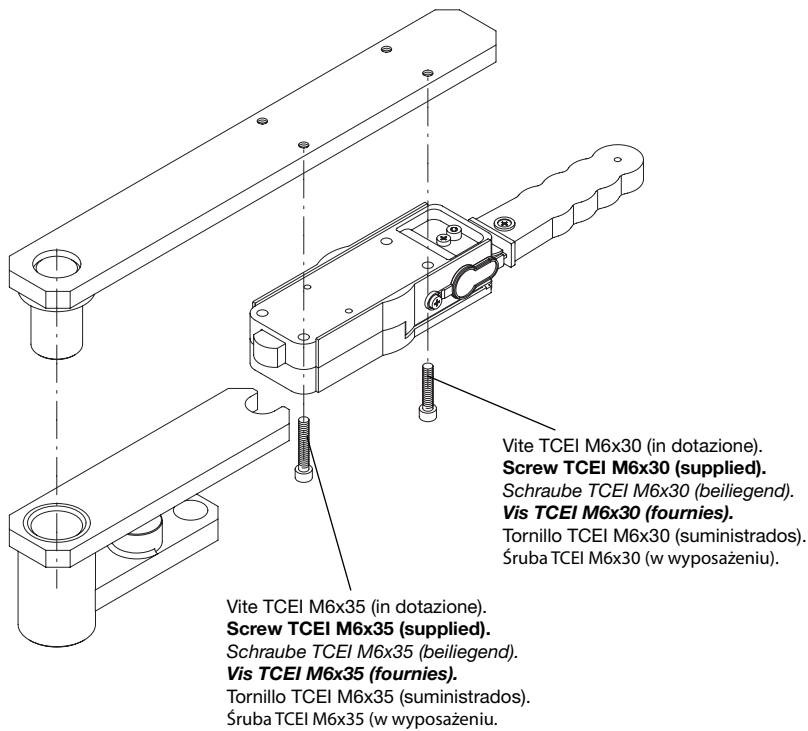

Fig.4
- 3 Premontare lo sblocco manuale alla staffa di supporto anta come da fig. 4.